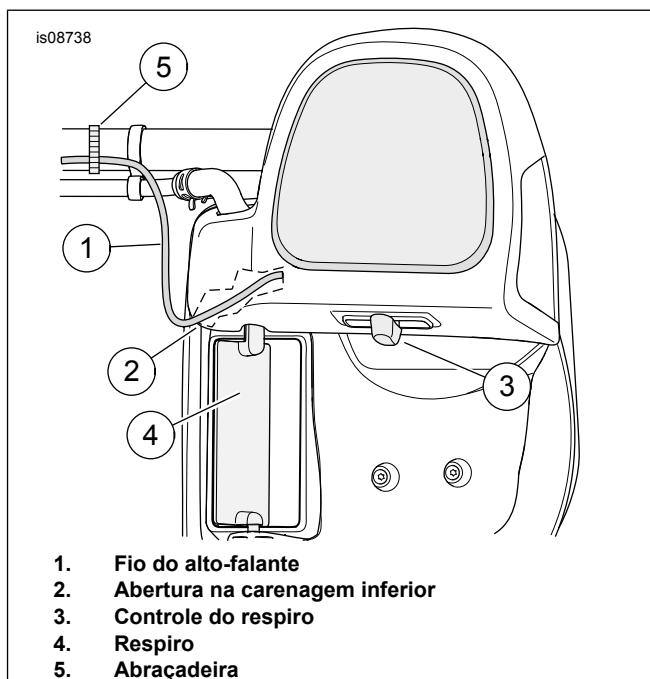

Figura 1. Orientação de fios do alto-falante
5. Veja Figura 1 . Passe o fio através da abertura pequena (2). Impeça o fio de entrar em contato com o respiro (4) e o controle do respiro (3).
9. Prenda os fios com uma abraçadeira (5).